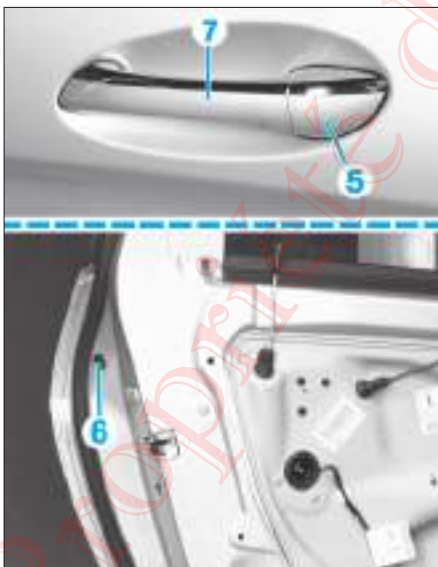

FIG. 52
- Reposer la commande de lève-vitre et remonter la vitre jusqu'à ce que la vis (2) soit accessible par l'orifice.
- Déposer la vis (2).
- Dégrafer le bouchon (3) et extraire le faisceau électrique de la platine support (4).
- Déposer le cache (5) de la poignée extérieure de la porte ; pour cela (Fig.52) :
- déposer le bouchon (6),
- desserrer jusqu'en butée la vis situé derrière le bouchon (6),
- tirer la poignée de porte (7) et sortir le cache (5) de la porte.